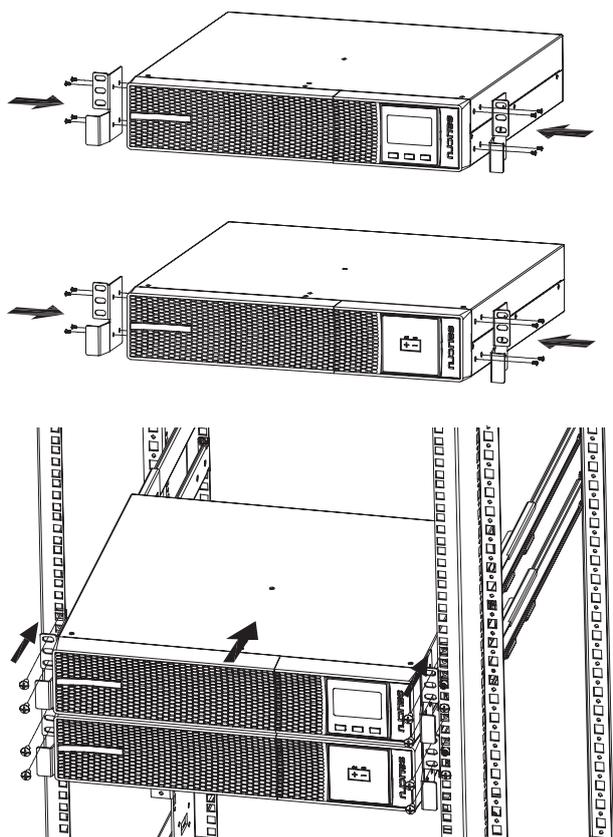

Fig. 9. Modelo en montaje rack en armario 19", con extensión autonomía (módulo de baterías).
- Para instalar un equipo y su módulo de baterías en armario rack de 19", operar del siguiente modo (ver Fig. 9):